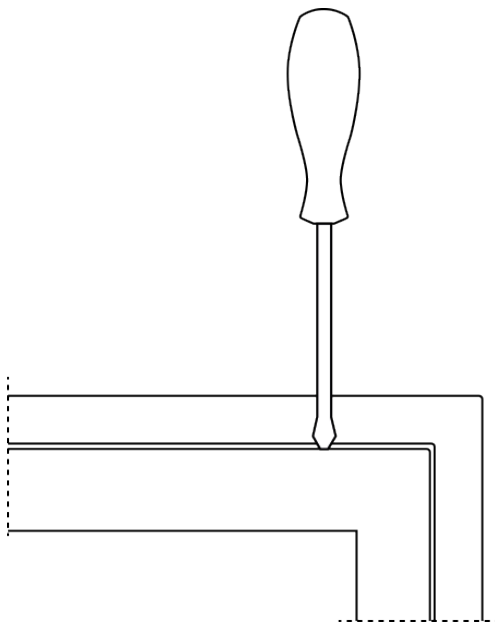

Рис.1
2. Снять декоративную рамку из светильника, поддев ее плоской шлицевой отверткой (рис.1).